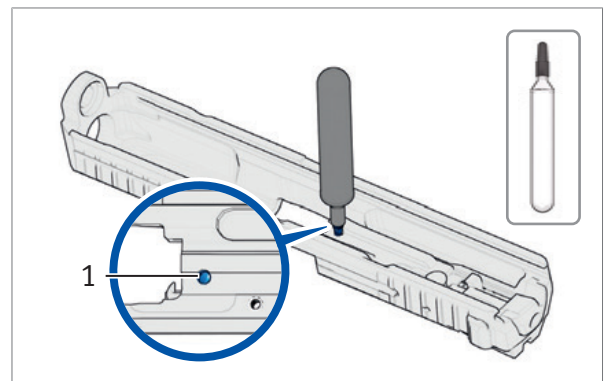

Abb. 52: Schlagbolzenbohrung mit Öl spülen
2. Schlagbolzenbohrung mit Öl spülen bis die Schlagbolzenbohrung frei von Abdichtungsmittel ist (Abb. 52).